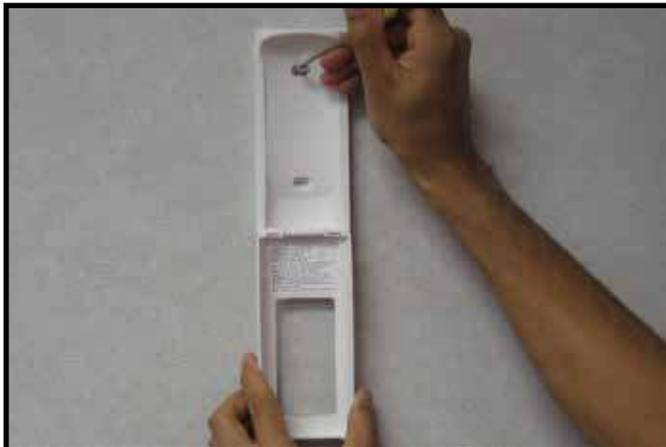

Figure 2. Montage du boîtier de la télécommande
3. Fixez le boîtier de la télécommande sur une surface plane d'un mur à l'aide des vis et des dispositifs d'ancrage fournis. Voir la figure 2.